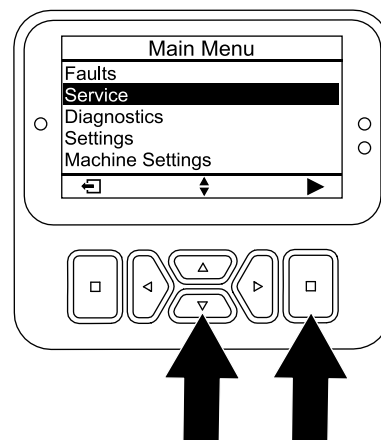

Figura 95
4. Prima o botão baixo até a opção MANUTENÇÃO estar seleccionada, depois prima o botão de selecção (Figura 95).